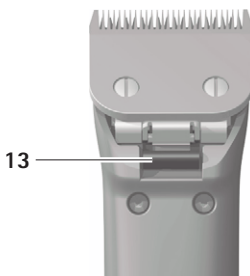

Fig. 4
- Premere il bloccaggio della testa di tosatura 14, vedere Fig. 4.